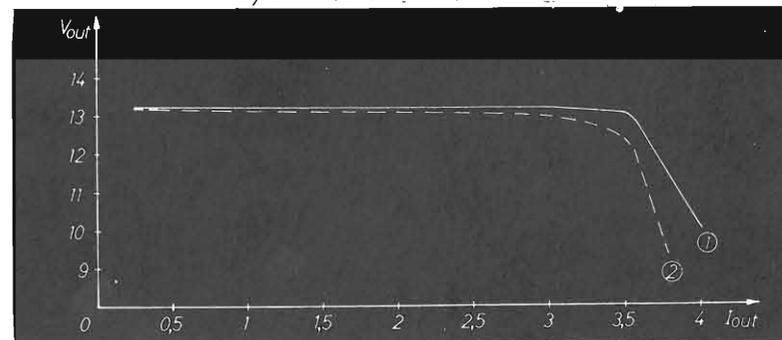

figura 6 - Tensione d'uscita in funzione del carico per $V_{in} = 24V$
2) la caratteristica d'uscita rilevata sullo stesso switching con due diversi esemplari di IC1 (figura 6); 3) la caratteristica di ingresso del regolatore, cioè la misura della V_{out} per $I_{out} = 2,5A$ al variare della tensione d'ingresso V_{in} da 18 a 30V (figura 7).